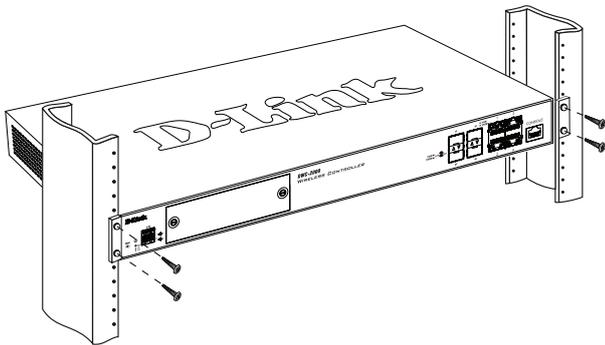

Figura 6. Montaggio nel rack
2. Utilizzare le viti in dotazione con il rack, per montare il dispositivo nel rack come indicato nella **Figura 6**.